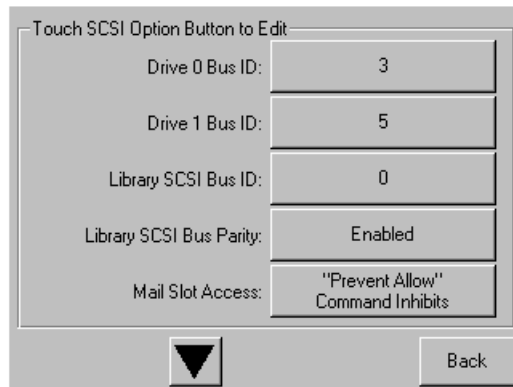

Figure 22 : Écran du champ Drive 0 bus ID (ID bus Unité 0) (modèle à deux unités illustré)
- d. Touchez **OK** pour confirmer. Un nouvel ID SCSI apparaît maintenant dans le champ Drive 0 Bus ID (voir la Figure 22).